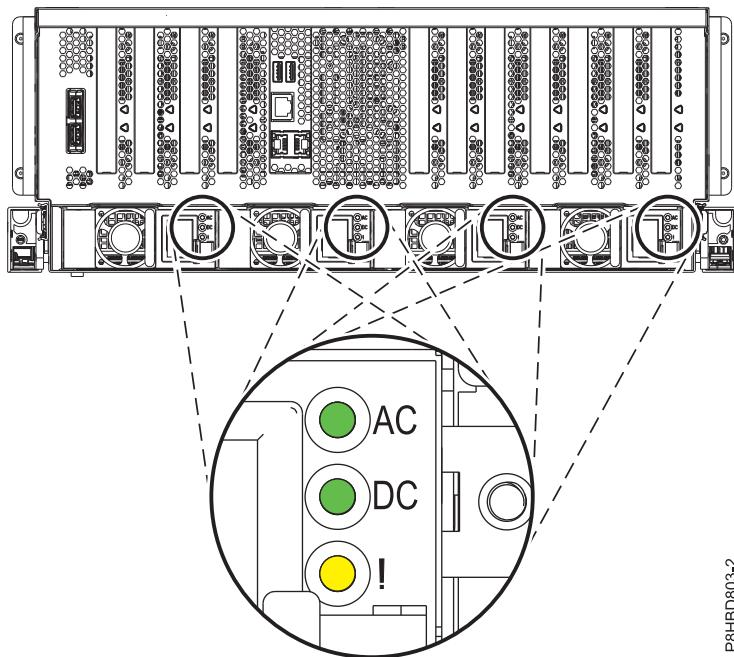

図 1. 8408-44E または 8408-E8E システムでの電源装置および LED の位置
4. 電源装置の発光ダイオード (LED) の位置を確認します。システムの後部に、電源装置が 4 台取り付けられています。図 1 は、8408-44E または 8408-E8E システムの電源装置の位置および電源装置上の LED の位置を示しています。